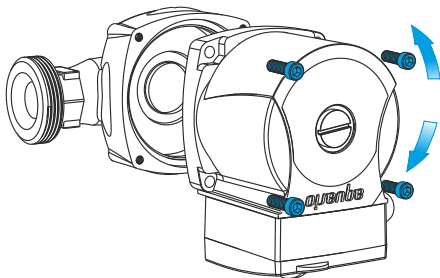

рис.9
2. Открутить винты крепления статора к чугунному основанию насоса используя 6-тигранный ключ (рис.9).